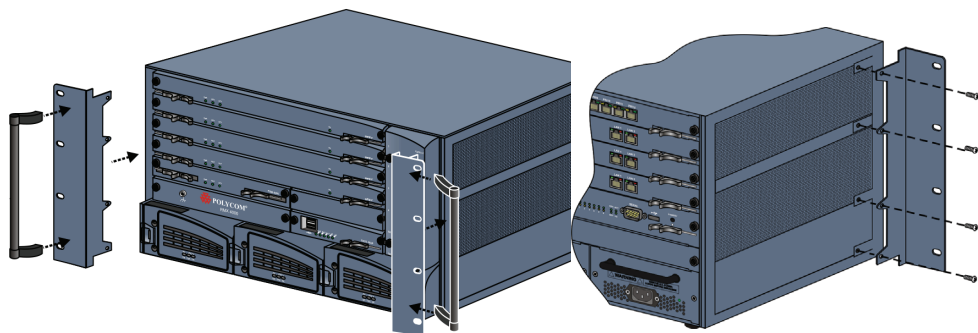

図 1-5 ハンドル/ ブラケットの取り付けおよび 23 インチブラケット取り付け背面の詳細
- 2 取り外し後、*Rack Installation Accessories* (ラック取り付け付属品) キットに含まれている 23 インチブラケットを取り付け、ハンドルを 23 インチブラケットに取り付け直します。図 1-5 を参照してください。